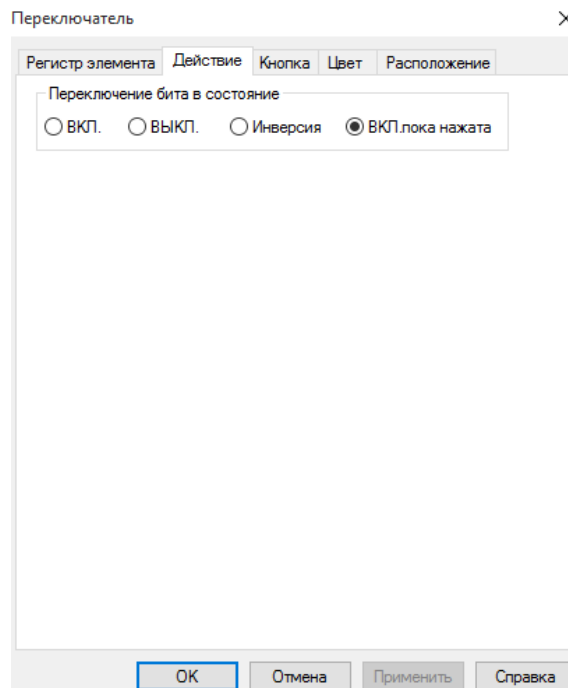

Рисунок 3.13 – Параметры элемента «Переключатель», вкладка «Действие»
**ПЕРЕКЛЮЧАТЕЛЬ.** Элемент «Переключатель» используется для изменения состояния выбранного бита (ВКЛ/ВЫКЛ). Уникальным параметром элемента «Переключатель» является вкладка «*Действие*» (рис. 3.13).